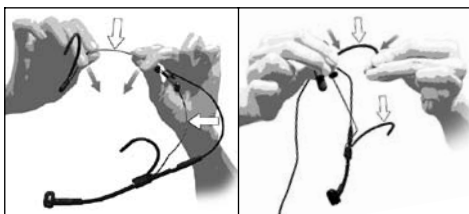

Fig. 6 : Recourber l'arceau et les branches
- Maintenez fermement l'arceau ou la branche à l'endroit indiqué à la Fig. 6 et courbez-les **avec précautions** vers l'intérieur.
Voir Fig. 6.